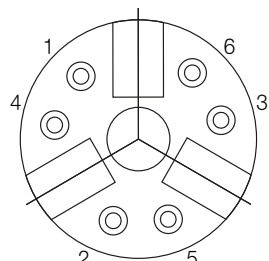

Fig.5
(4) 척을 스펀들(척 아답터) 부착면에 부착하여 주십시오. 척 핸들을 회전시켜 척이 선반의 스펀들 부착면에 완전히 밀착하게 해 주십시오. 척 체결볼트를 균등히 체결하여 주십시오. (Fig.5) 1→2→3→4→5→6 (불균일한 체결은 흔들림의 원인이 됩니다.)
(4) Mount the chuck to the spindle (back plate) Turn the joint handles so that the chuck is properly attached to the spindle mounting face of lathe. Uniformly tighten chuck mounting bolts in the order of 1,2,3,4,5 and 6 as shown in Fig.5 (Uneven tightening will cause run-out.)
(4) 请把夹头安装在主轴(夹头适配器)上. 旋转连接用把柄, 使夹头完全与车床的主轴附着面相接触. 均匀地, 紧夹头螺栓 (Fig. 5) 1→2→3→4→5→6 (若不均匀, 会引起抖动)